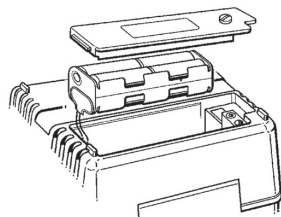

Fig. 9
1. Au moyen d'un tournevis, retirez la vis servant à fixer le couvercle du compartiment des piles à l'arrière de l'appareil (voir fig. 9 ci-dessus). Retirez le couvercle. Gardez la vis et le couvercle à portée de main.